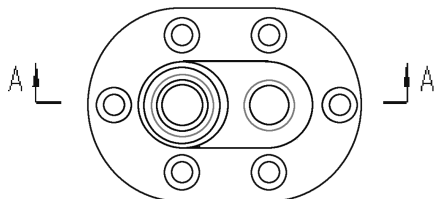

图 10-130 调整箭头和剖切符号的位置
(15) 在俯视图中选择剖切符号，拖动鼠标左键，调整箭头和剖切符号的位置，结果俯视图如图 10-130 所示。